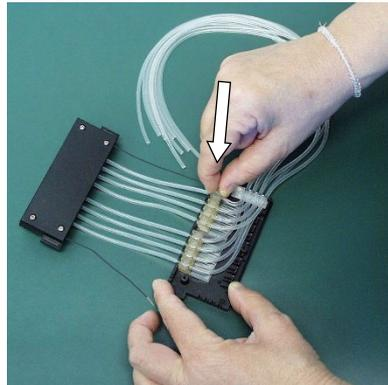

Figura 5-44. Presionar las abrazaderas en su sitio
9. Presione todas las abrazaderas en la ranura de la mirilla de plástico (Figura 5-44).